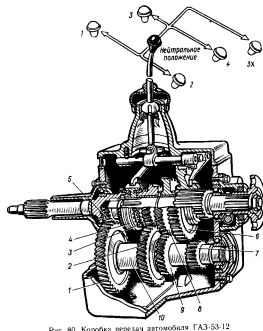

Рис. 80. Коробка передач автомобиля ГАЗ-53-12
14. (233) I.C каким валом (рис. 80) постоянно зацеплен ведущий вал?